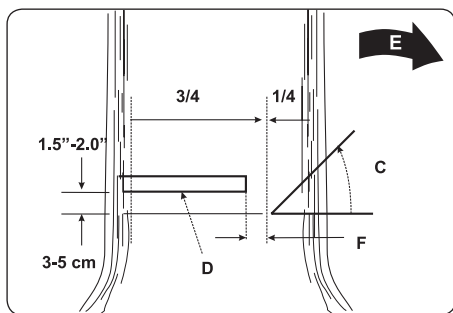

Рис. 10В
ПРЕДУПРЕЖДЕНИЕ: Не ходите перед деревом, которое уже подрезано. Окончательный срез (D) выполняется с обратной стороны дерева в 3 - 5 см над горизонтальной основой подреза (С) (Рис. 10В).